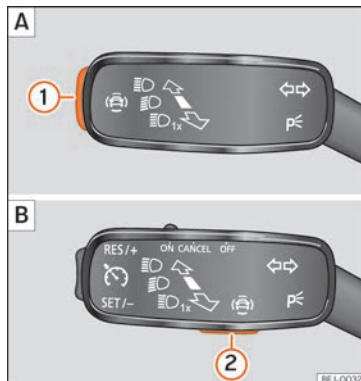

Abb. 86 Am Blinker- und Fernlichthebel: Taste für die Fahrerassistenzsysteme (modellabhängig).
- Taste » **Abb. 86** **1** oder **2** kurz drücken, um das Menü **Assistenten** aufzurufen.